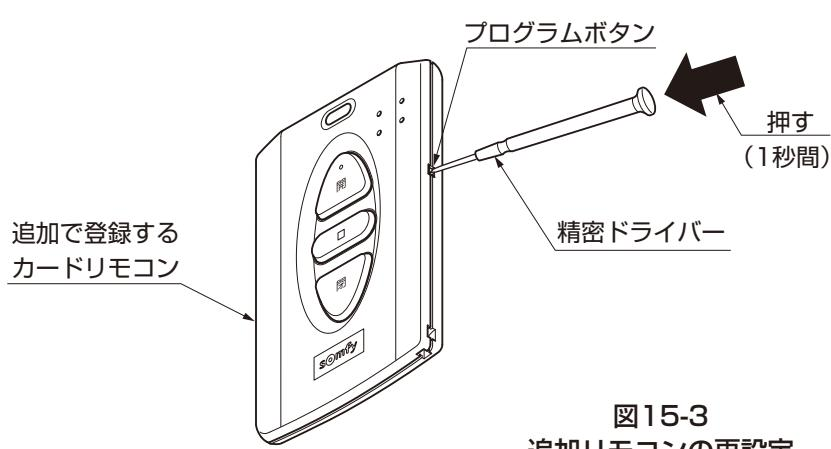

図15-3
- ②追加で登録するカードリモコンのプログラムボタンを、シャッターが小さく上下に動くまで、精密ドライバーなどで約1秒押して再設定してください。（図15-3参照）